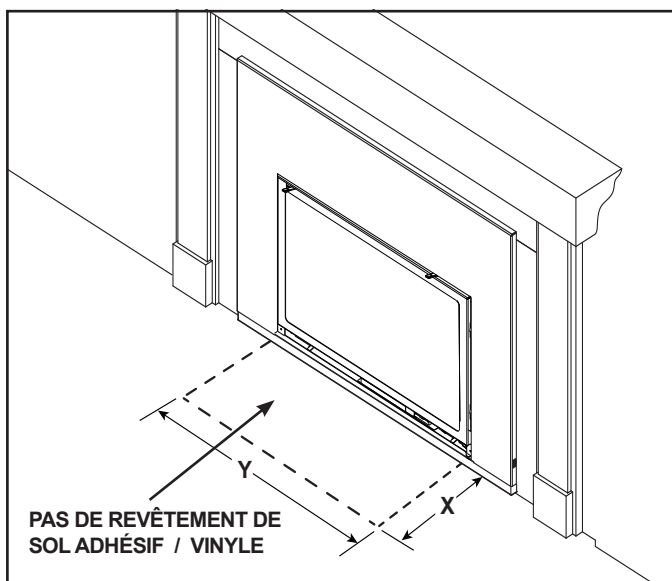

Figure 3.19 Âtre - Exception sur les matériaux inflammables
- Le plancher inflammable peut être situé devant l'appareil. Exception - pas de revêtement de sol adhésif / vinyle. Voir la figure 3.19.